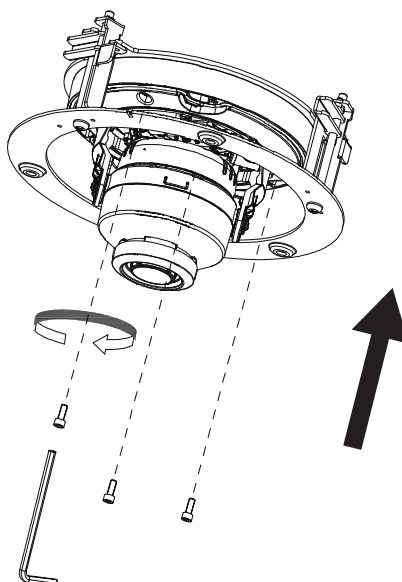

Рисунок 4.5 – Монтаж
4. Используя винты M4x14 и ключ S6.0 «Шестигранник» из комплекта поставки кронштейна, закрепите видеокамеру на монтажной пластине кронштейна (Рисунок 4.5).